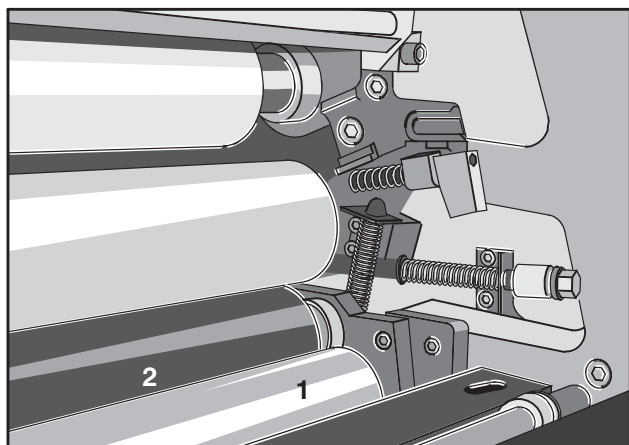

図4
- ⑥ リルサンローラ10(図4/①)を取り外します。
- ⑦ 赤のインキ移しローラ9(図4/②)を取り外します。